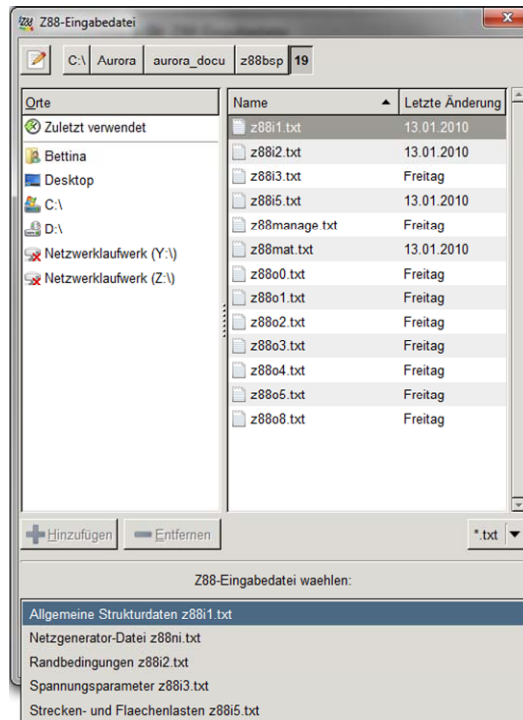

Abbildung 28: Importfunktion für bestehende Z88 Dateien
- ⚠ Die Voreinstellung, welche Eingabedatei eingelesen werden soll, nimmt der Benutzer selbsttätig vor (Abbildung 28).